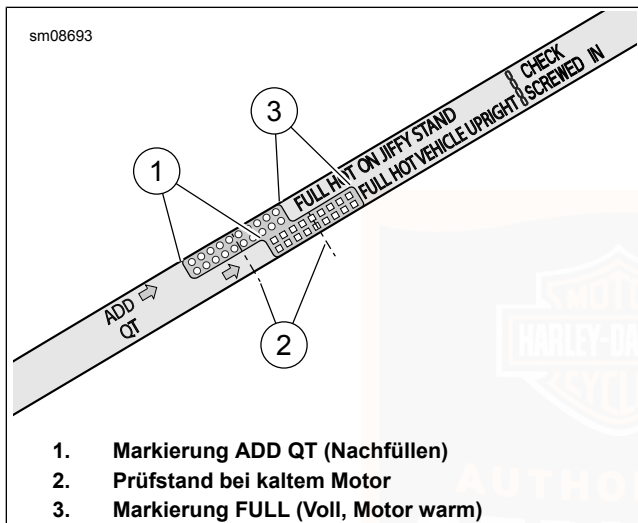

Abbildung 91. Motorölmessstab
- e. Siehe Abbildung 91. Ölstand prüfen. Der korrekte Ölstand bei kaltem Motor liegt auf halbem Wege (2) zwischen den Markierungen ADD QT (Nachfüllen) (1) und FULL HOT (Voll, heiß) (3) auf dem Ölmesstab.
5. Ölstand prüfen. Nur so viel Öl nachfüllen, um den Füllstand zwischen die Ölmesstab-Markierungen ADD QT (1) und FULL HOT (3) zu bringen.
- e. Siehe Abbildung 91. Ölstand prüfen. Der Ölstand sollte zwischen den Markierungen ADD QT (Nachfüllen) und FULL HOT (Voll, heiß) auf dem Ölmesstab stehen.